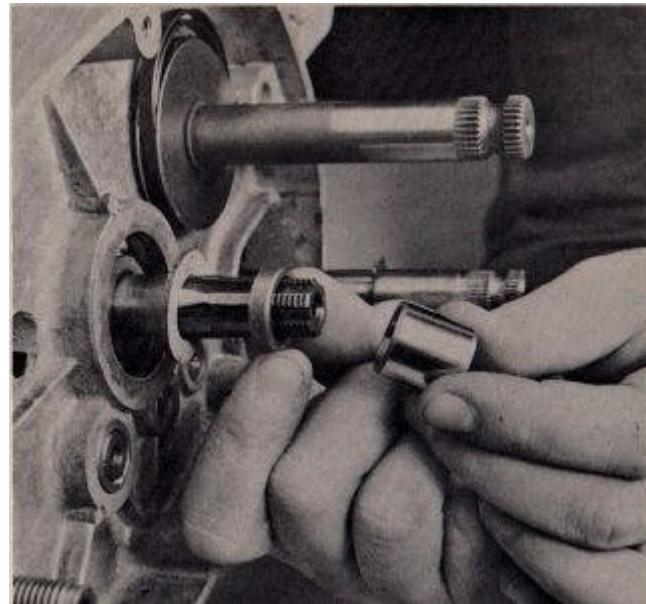

FIG. 95
7. A continuación, instale la aguja del embrague teniendo anillo interior en el eje principal, empalmando hacia arriba contra el espaciador cubo del embrague (Fig. 95).